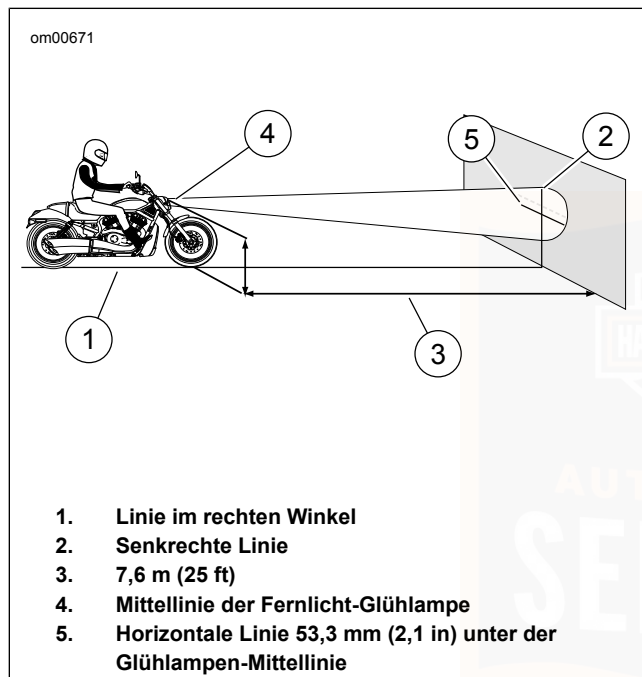

Abbildung 45. Scheinwerferausrichtung
4. Siehe Abbildung 45. Das Motorrad in einer Linie (1) im rechten Winkel zur Wand parken.
6. Eine vertikale Linie (2) an der Wand anzeichnen.
7. Bei beladenem Motorrad das Vorderrad gerade nach vorne auf die Wand ausrichten. Den Abstand (4) vom Boden zur Mitte der Fernlicht-Glühlampe messen.
8. Durch die senkrechte Linie an der Wand eine horizontale Linie (5) ziehen. Diese Linie 53,3 mm (2.1 in) unter der gemessenen Glühlampen-Mittellinie anzeichnen.
Siehe Abbildung 45. Der Scheinwerfer ist ausgerichtet, wenn sich der Lichtstrahl über dem Schnittpunkt der beiden Linien befindet.